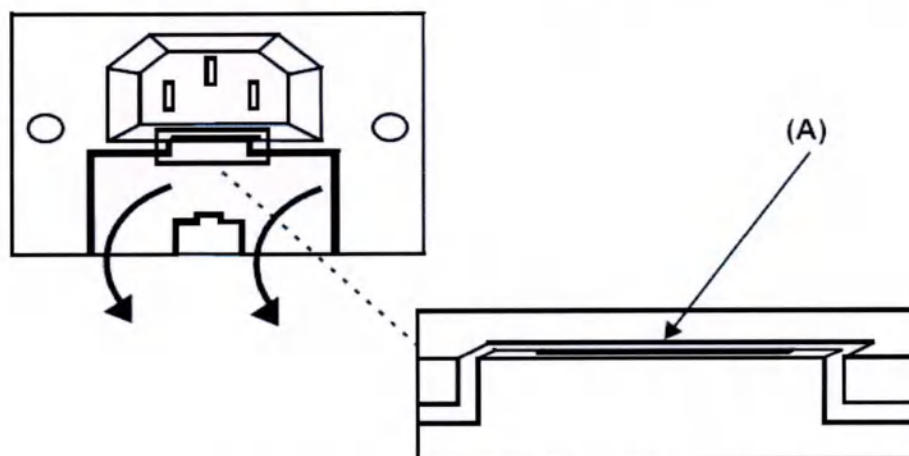

Рис. 40 – Открытие гнезда предохранителей
1. Откройте гнездо предохранителей, как показано на Рис. 40: откройте дверцу или гнездо предохранителей с помощью отвертки, как показано на рисунке.